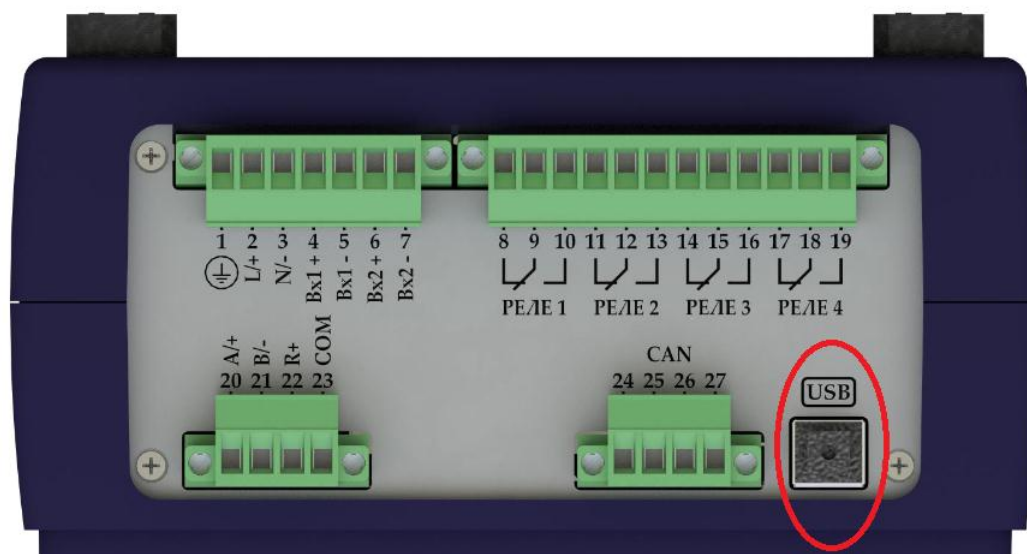

Рисунок 12 – Порт USB «B» на корпусе MINI-II
- 7.3. Вставьте вилку типа USB «В» в розетку «USB», находящуюся на верхней грани корпуса Устройства (см. Рисунок 12).